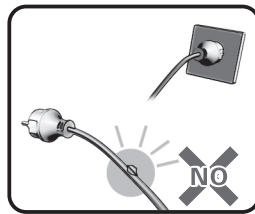

Figure 3
- La pompe submersible ne doit pas être utilisée si le câble d'alimentation électrique est endommagé d'une quelconque façon. Si un câble avec une isolation endommagée est plongé dans l'eau, il y a un danger que de l'eau ne s'infilte dans le moteur de la pompe et cause un court-circuit. Le câble électrique de la pompe ne peut pas être remplacé. Si le cordon est endommagé, la pompe doit être mise hors service. Une altération du câble électrique de quelque manière que ce soit annulera la garantie (Figure 3).